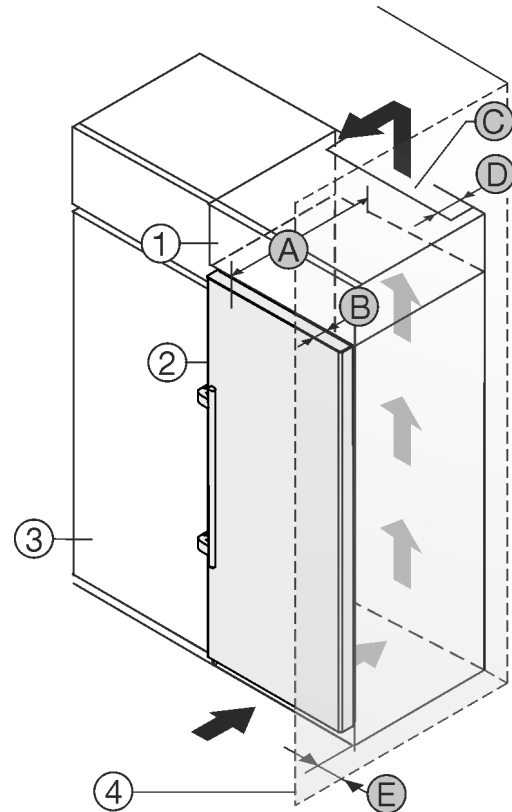

Fig. 2
Μπορείτε να τοποθετήσετε τη συσκευή ακριβώς δίπλα από το ντουλάπι κουζίνας Fig. 2 (3).*
Στην πίσω πλευρά του επικαθήμενου ντουλαπιού πρέπει να υπάρχει ένα κενό εξαγωγής αέρα με βάθος Fig. 2 (D) σε όλο το πλάτος του επικαθήμενου ντουλαπιού.*
Κάτω από την οροφή του δωματίου πρέπει να τηρείται η διατομή εξαερισμού Fig. 2 (C).*
Εάν τοποθετήσετε τη συσκευή με τους μεντεσεδες δίπλα σε κάποιον τοίχο Fig. 2 (4), τότε πρέπει η απόσταση ανάμεσα στη συσκευή και στον τοίχο να ανέρχεται σε τουλάχιστον 57 mm. Αντιστοιχεί στην προεξοχή της χειρολαβής όταν η πόρτα είναι ανοιχτή.*
Για να μπορείτε να ανοίγετε τελείως την πόρτα, πρέπει η συσκευή να προεξέχει κατά το βάθος της πόρτας Fig. 2 (B) από την πρόσοψη του ντουλαπιού κουζίνας. Η συσκευή μπορεί να προεξέχει περισσότερο, ανάλογα με το βάθος των ντουλαπιών κουζίνας Fig. 2 (3) και την χρήση αποστατών τοίχου.*